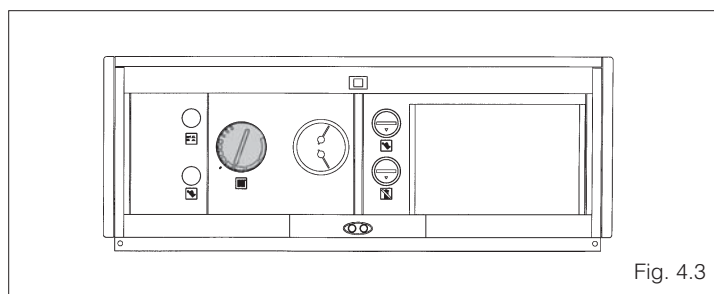

Fig. 4.3
- Situar el termostato de caldera para la temperatura elegida (no es necesario hacerlo si la caldera cuenta con el kit de termorregulación) (fig. 4.3)